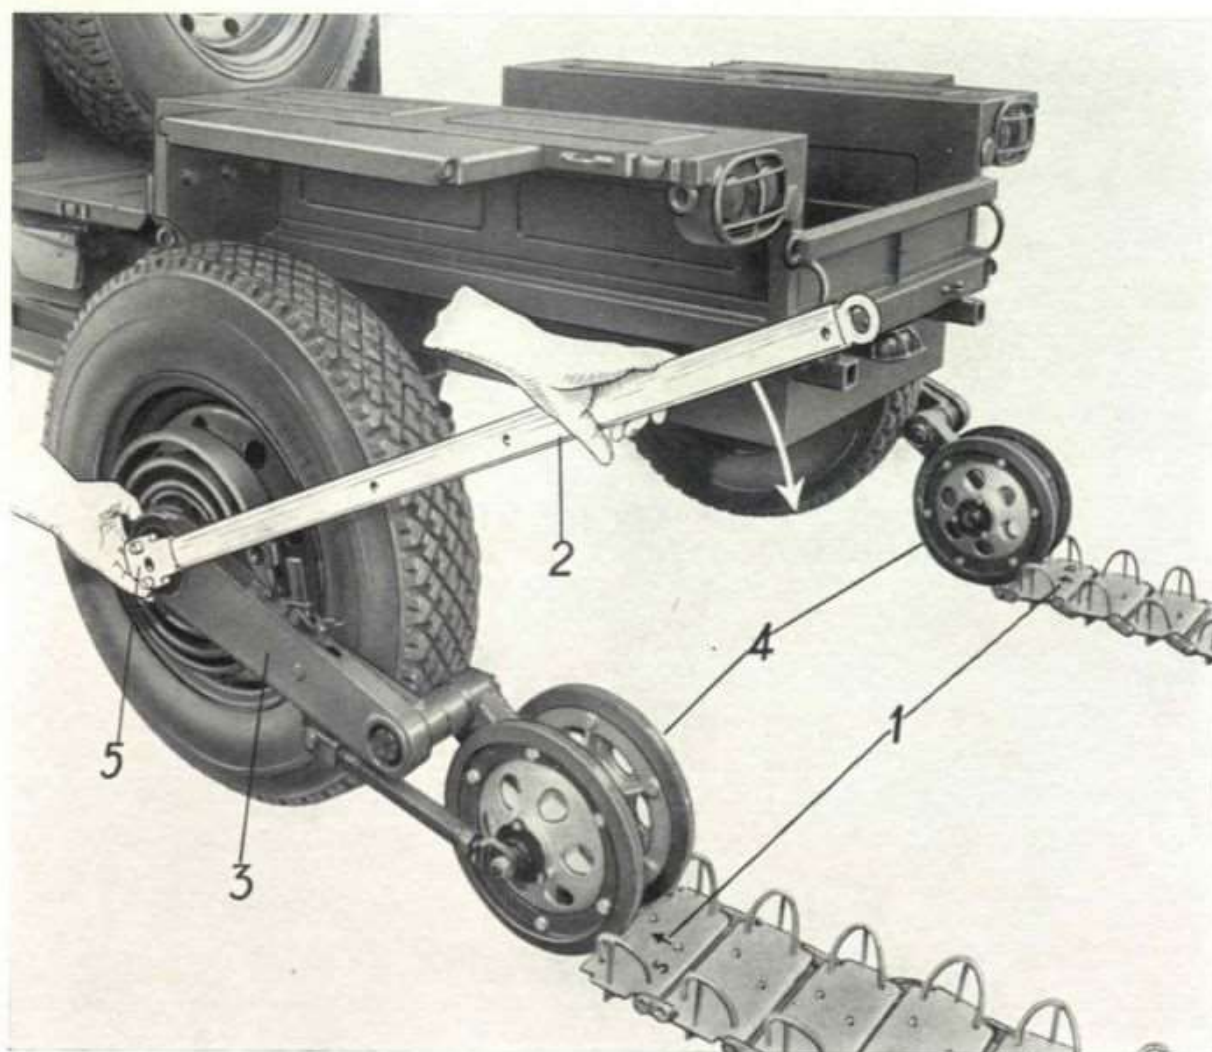

Fig. 16. - Montaggio cingoli.
destra e quello di sinistra, siano posti in corrispondenza della rispettiva ruota; a tal uopo su un elemento di ciascun cingolo sono stampigliate: una freccia indicante il senso della marcia e la lettera S o D (vedere 1 di fig. 16);
3° — tirare, verso l'esterno, il braccio porta-cingolo (3 di fig. 16) fino a disinnestarlo completamente dai denti frontali; ruotare poi il braccio verso il basso adagiando sul terreno i rotini porta-cingolo (4 di fig. 16);
- 4° — innestare l'apposita chiave e il braccio leva (5 e 2 di fig. 16) per il caricamento della molla a spirale nel supporto molla (per il cingolo destro la leva deve essere rivolta verso la parte anteriore del veicolo); spingere verso il basso con la mano destra l'estremità del braccio leva e premere con la mano sinistra sul braccio porta-cingolo verso l'interno del veicolo (vedere fig. 16) fino all'innesto dei denti frontali; ottenuto l'innesto, avvitare il tappo per bloccaggio braccio porta-cingolo;